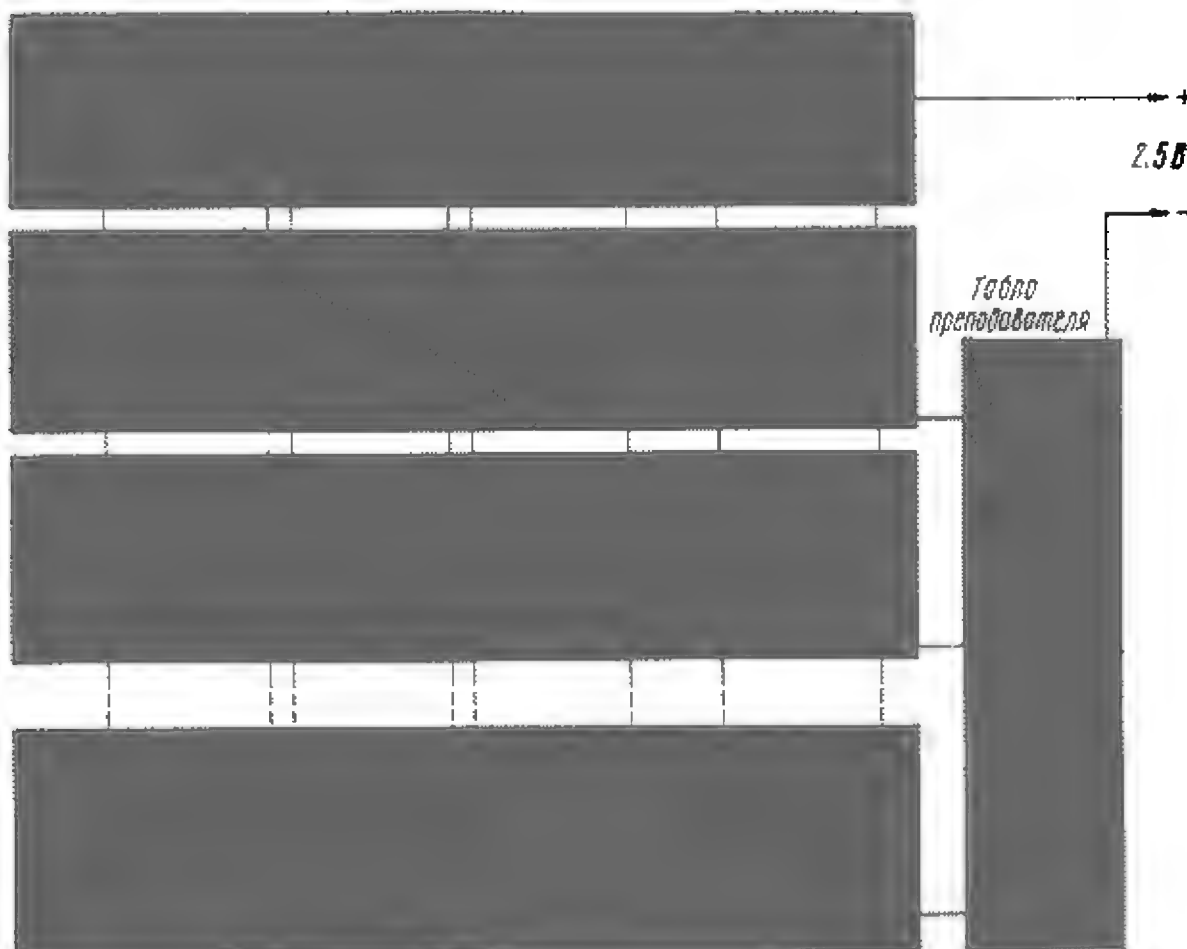

Рис. 1
В устройство (рис. 1), предназначенное для одновременного опроса всех учащихся класса с немедленной фиксацией ответов, входят пульт преподавателя, световое табло преподавателя и тридцать (по числу учащихся) пультов учащихся ПУ1 — ПУ30. Пульт преподавателя состоит из десяти кнопочных переключателей SB1 — SB10, световое табло — из тридцати сигнальных ламп накаливания HL1—HL30, а каждый пульт учащегося — из десяти кнопочных переключателей (SB11—SB20, SB21—SB30 и т. д.) с развязывающими диодами (VD1—VD10, VD11—VD20 и т. д.). Кнопочные переключатели всех пультов — типа П2К с фиксацией в нажатом положении, развязывающие диоды пультов учащихся — любые из серий КД105 или Д226, сигнальные лампы табло преподавателя — МН2,5-0,15. Для соединения пультов использован телефонный кабель. Источником питания всего устройства служит двухполупериодный выпрямитель с фильтрующим конденсатором, рассчитанный на напряжение 2,5 В при токе нагрузки 4,5...5 А. Понижающая обмотка сетевого трансформатора блока питания должна быть надежно изолирована от сетевой.
Затем преподаватель просит установить кнопки всех пультов в отжатое (как на рис. 1) положение, соответствующее исходному режиму работы устройства. При этом ни одна из сигнальных ламп на табло преподавателя не должна гореть. Далее, задав вопрос, например умножить в уме  $21 \times 3$ , преподаватель, нажав кнопки под цифрами шаблона «6» и «3», вводит на своем пульте смысловой ответ: 63. Теперь все сигнальные лампы на табло должны загореться. Каждый учащийся самостоятельно решает задачу и нажатием кнопок на своем пульте набирает ответ. При правильном ответе (63)